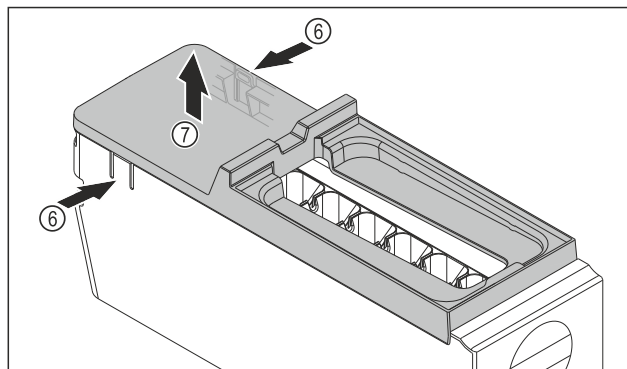

Fig. 122
- Afdekking van de EasyTwist-Ice-corpus wegnemen: Strips Fig. 122 (6) aan beide zijden van de EasyTwist-Ice-corpus met een hand indrukken.
- Afdekking Fig. 122 (7) met de andere hand van bovenaf wegnemen.